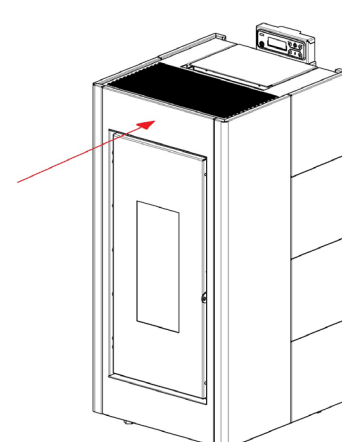

Fig. 35 - Die vordere Platte erneut positionieren
- Die vordere Platte erneut positionieren (siehe Fig. 35 a pag. 23).